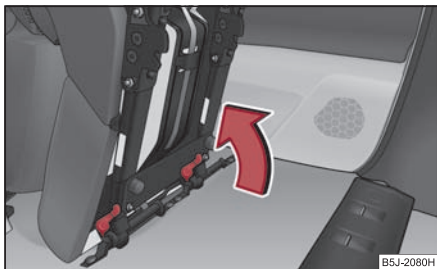

Fig. 71 Blocarea scaunului
- Blocați scaunul ⇒ fig. 71. ■
- Dacă scaunul este demontat, așezați-l mai întâi în ghidaj și apoi blocați-l ⇒ fig. 71. Asigurați-vă, trăgând în sus, că scaunul este blocat corect.